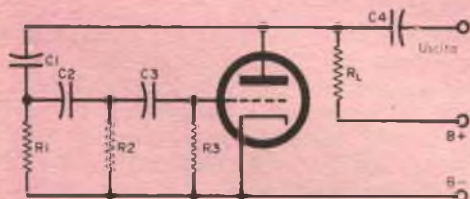

Fig. 1 - Circuito teorico di oscillatore a rotazione di fase.
**Oscillatore base.** — Il circuito fondamentale dell'oscillatore a rotazione di fase è illustrato in fig. 1. Come avviene per tutti gli oscillatori, la generazione dei segnali ha inizio a causa di una variazione nella corrente o tensione del tubo, variazione che può essere dovuta ad effetti termici.